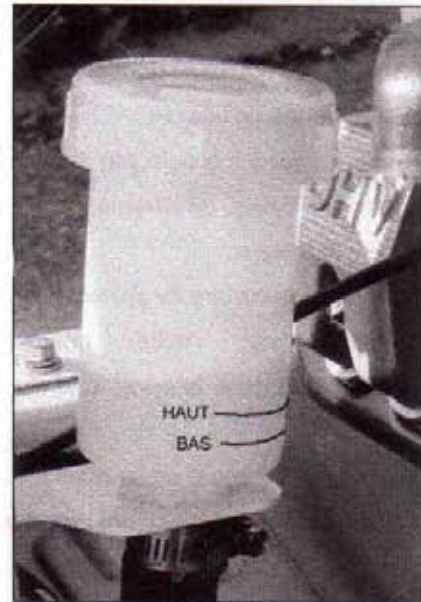

Figure 11
- Le niveau d'huile de la transmission hydrostatique doit se situer entre les repères « UPER » (niveau maximum) et « LOWER » (niveau minimum) (figure 11). Si tel n'est pas le cas, dévissez le couvercle du bocal et rajoutez de l'huile correspondant à la norme ISO VG46 ou de l'huile moteur 10W/30 API CD.